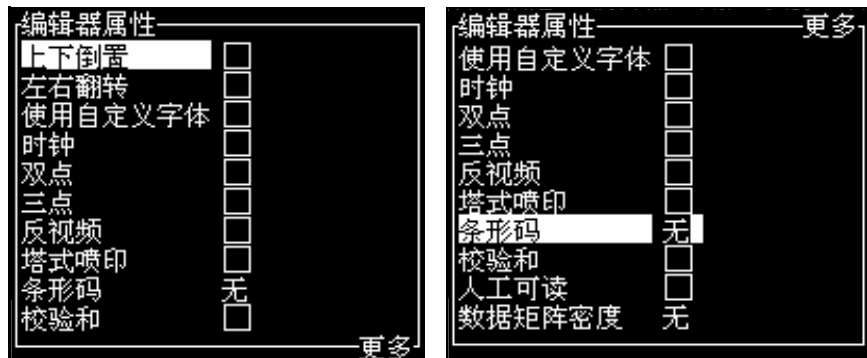

图 5-13: 编辑器属性菜单
- 1 从 *Editor*（编辑器）菜单选择 *In-line Attributes*（行内属性）（按 *ALT + E*）。出现 *Editor Attributes*（编辑器属性）菜单（请参阅 第 5-23 页的图 5-13）。